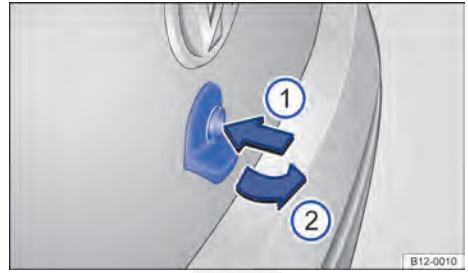

Fig. 25 Abrir a tampa traseira por fora.
- Pressionar o botão → Fig. 25 ① e levantar a tampa traseira pela alça ②.